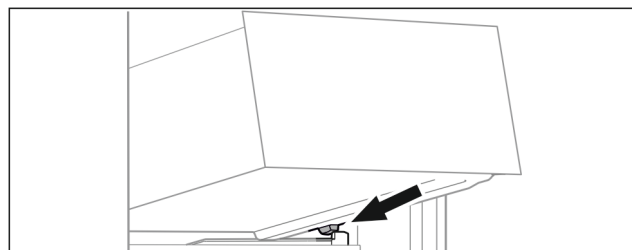

Fig. 55
- ▶ Założyć szufladę pod skosem za stoperami na żebro pojemnika. (patrz Fig. 55)